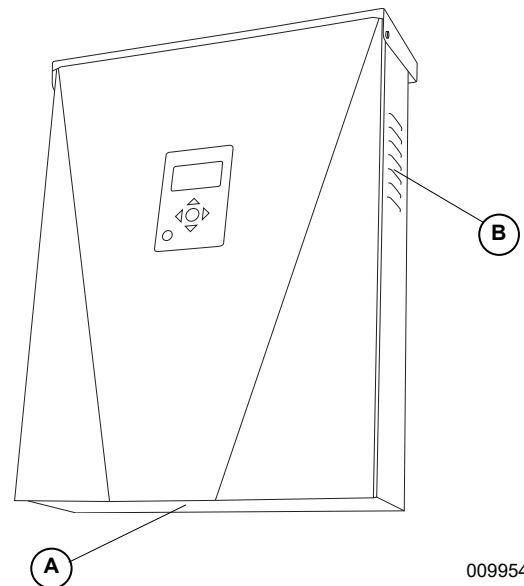

Figura 8-3. Ventilación de entrada y ventilación de escape
Consulte la **Figura 8-3**. Verifique que la ventilación de entrada (A) y la ventilación de escape (B) estén despejadas en todo momento.
Consulte la **Figura 8-3**. Limpie el filtro de entrada (A) con un cepillo suave o una aspiradora. Si el filtro de aire está dañado o se vuelve difícil de limpiar llame al IASD más cercano o al Servicio al Cliente de Generac al 1-888-GENERAC (1-888-436-3722) o visite www.generac.com para obtener un filtro de repuesto.